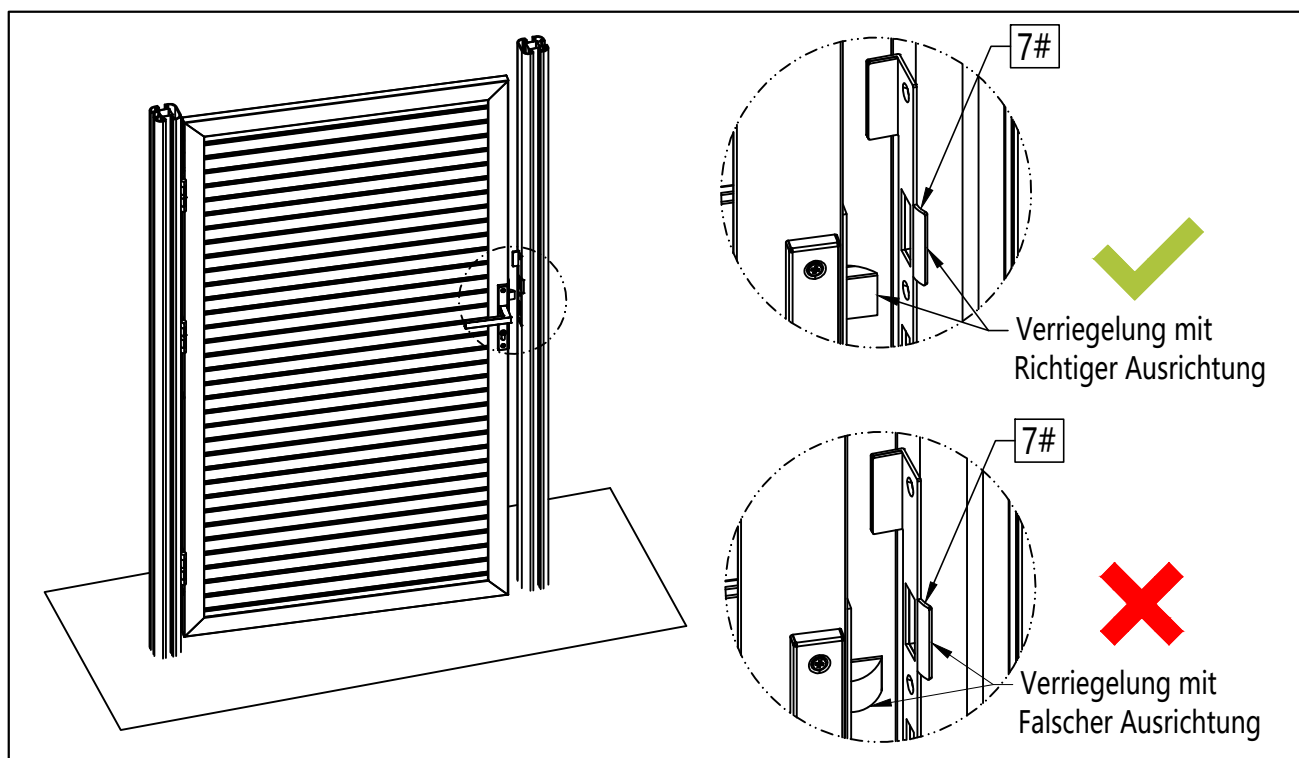

Abbildung 10.1
- 10 Überprüfen Sie, ob die Ausrichtung der Verriegelung des Tores korrekt ist, wie in Abbildung 10.1 dargestellt.